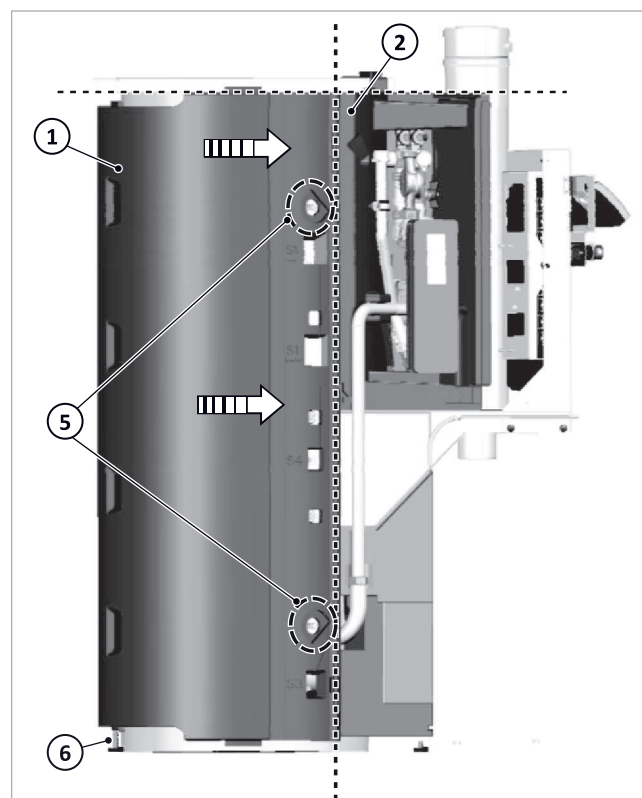

Fig. 16: Colocación del aislamiento posterior del recipiente
3. Fije mediante la arandela acodada (3) y el tornillo (4) el aislamiento del recipiente en el recipiente en la parte superior e inferior → Fig. 16 (5).
- conexión superior recta del aislamiento posterior del recipiente → Fig. 16 (1) con el aislamiento de la estación (2)
- enrasado en vertical con el aislamiento de la estación → Fig. 16 (2) y alineado con respecto al aislamiento de la brida.
6. Desenrosque el pie → Fig. 16(6) hasta el suelo.